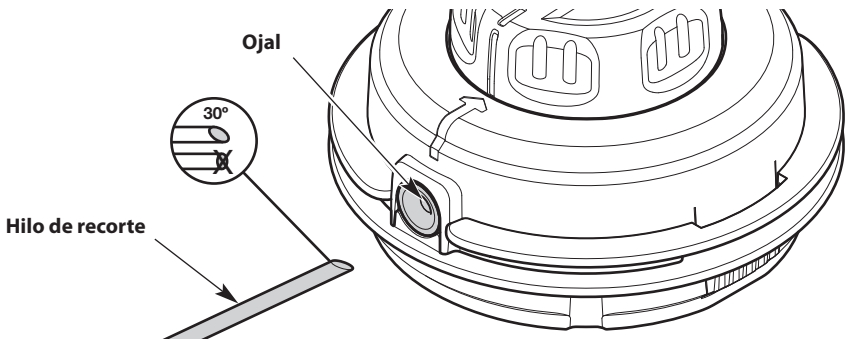

Fig. 23
2. Corte dos largos de 10 pies (3 m) de hilo de recorte nuevo. Corte un extremo de cada hilo en un ángulo de 30° (Fig. 23).
4. Inserte una de las líneas dentro del orificio (Fig. 23).
- Inserte el extremo que se cortó en un ángulo de 30 grados (Fig. 23).